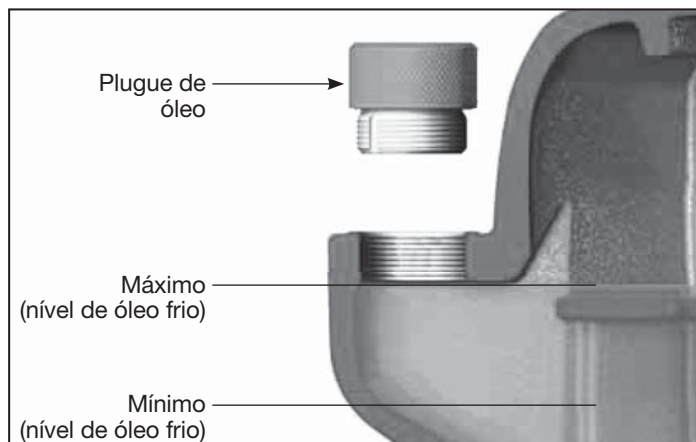

Figura 7 - Nível de óleo
**⚠ CUIDADO** **ESSA UNIDADE CONTÉM ÓLEO.** Antes de operar o compressor, verifique o nível de óleo (consulte a figura 7).
### VERIFICAÇÃO DE NÍVEL DE ÓLEO (Consulte a figura 7)
5. Se necessário, complete o óleo do mesmo tipo e mesma marca até o nível máximo (consulte a figura 7 e a seção de lubrificação).
1. Verifique o nível de óleo (consulte a figura 7).